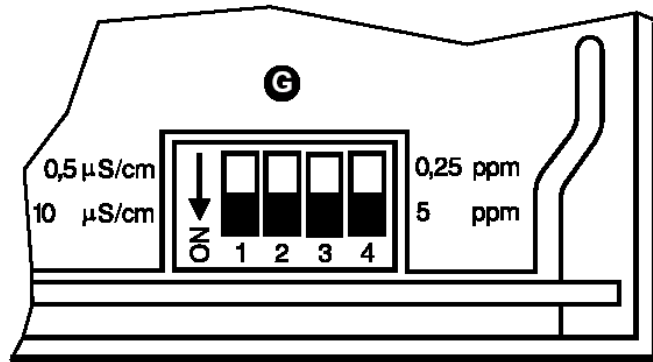

Fig. 5
3. Przetaw wszystkie cztery indywidualne przełączniki przełącznika kodującego w pożądanym zakresie Fig.5 wykorzystując mały wkrętak.